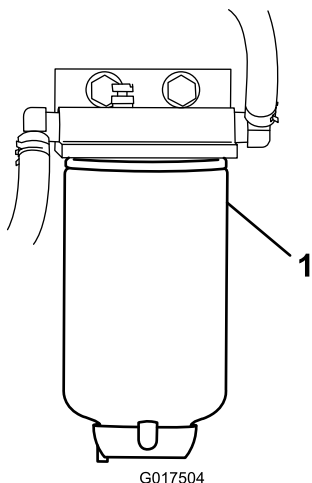

Figura 39
3. Desenrosque el filtro de combustible del soporte (Figura 39).